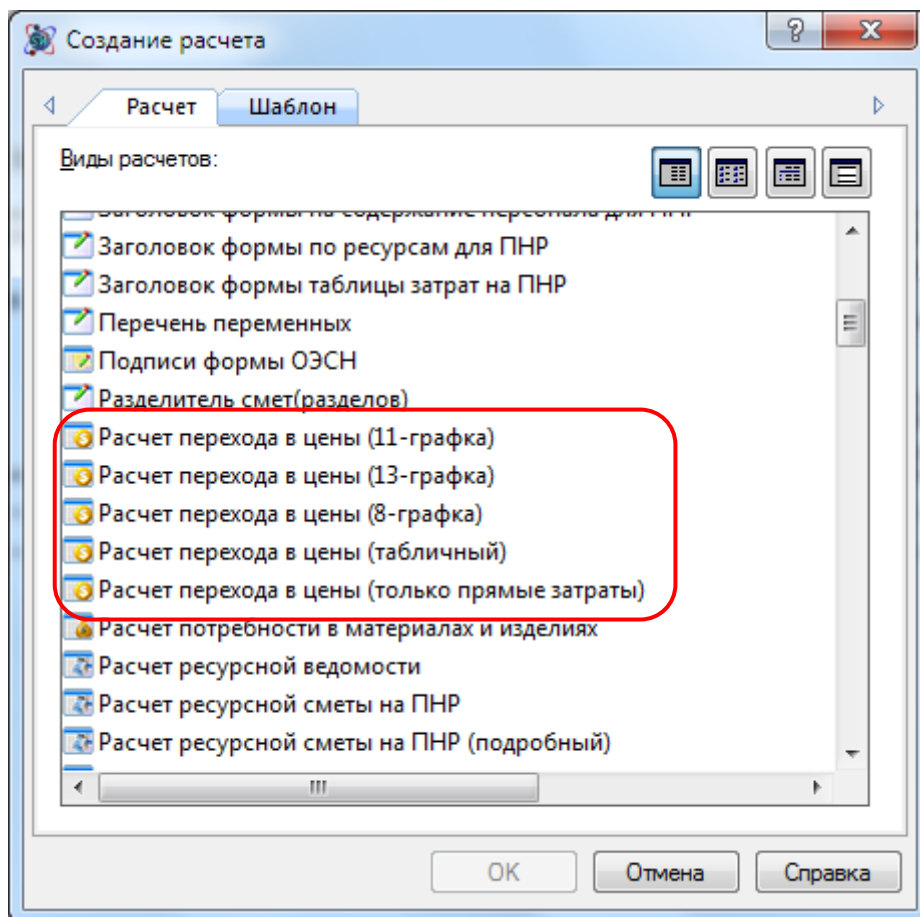

Рис. 4.42 Диалоговое окно Создание расчета
3. В открывшемся диалоговом окне *Создание расчета* выбрать Расчет перехода в цены (рис. 4.42) и нажать на кнопку ОК.